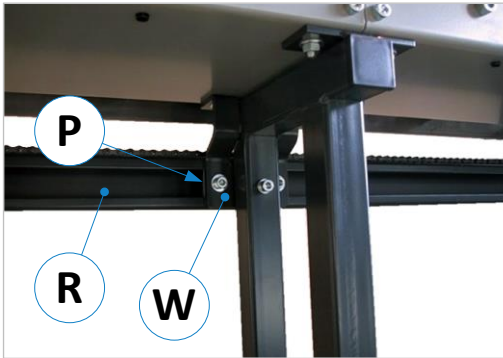
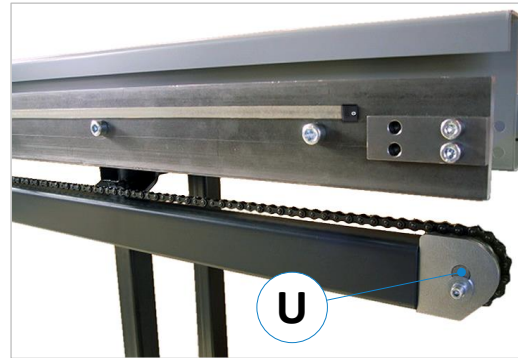

Abbildung 11: Kettenführungsrohr montieren
Abbildung 12: Ketten-Umlenkung
- **Nur EXAKT A:** Die Kettenführungsrohre (**R**) werden einfach über die vormontierten Klemmplatten (**P**) an den Winkelhalterungen (**W**) geschoben (siehe ⇨ Abbildung 11) und dann mittels Innensechskantschrauben fluchtend fixiert. An den Endstücken (siehe ⇨ Abbildung 12) ist die Umlenkung (**U**) für die Kette montiert.